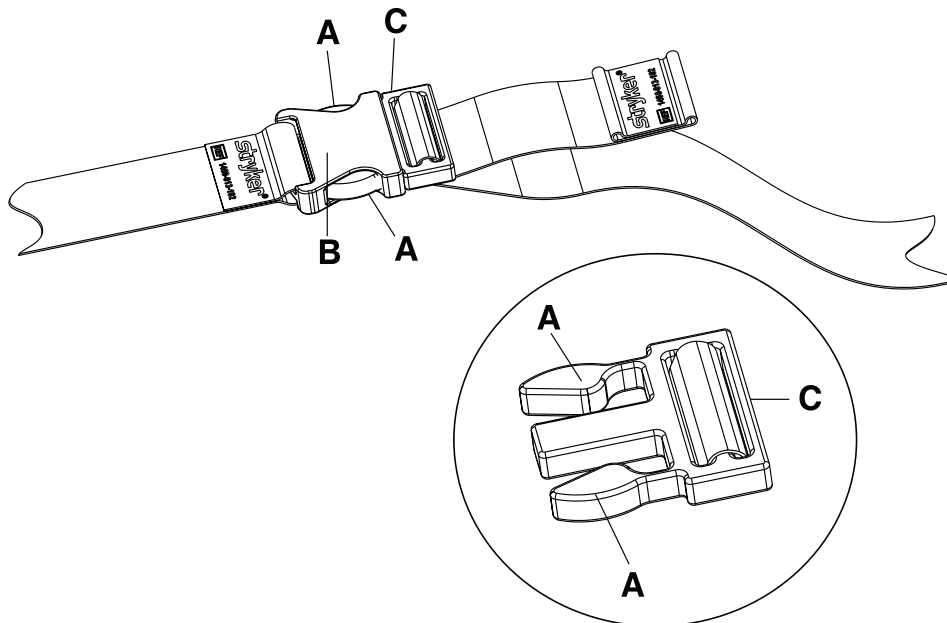
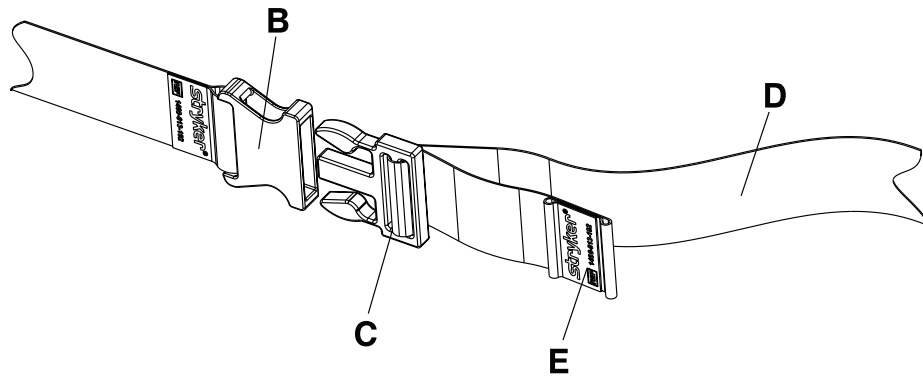

Figura 4-16: Abrir la hebilla del cinturón
Figura 4-17: Cerrar la hebilla del cinturón
- Para abrir el cinturón ventral (Figura 4-16 de la página 4-28):**
- Agarre y apriete las lengüetas (A) del pasador de la hebilla.
- Tire del receptor (B) y el pasador de la hebilla (C) para separarlos.
- Para cerrar el cinturón ventral (Figura 4-17 de la página 4-29):**
- Coloque el pasador de la hebilla (C) en el receptor (B) hasta que oiga un clic.
- Con una mano, sujete el pasador de la hebilla (C) (Figura 4-16 de la página 4-28).
- Con la otra, sujete la correa (D) (Figura 4-17 de la página 4-29).
- Tire de la correa hacia fuera a través del pasador de la hebilla (C) hasta alcanzar la longitud deseada.
- Con una mano, sujete el receptor de la hebilla (B) (Figura 4-16 de la página 4-28).
- Con la otra, sujete el extremo cosido de la correa (E) (Figura 4-17 de la página 4-29).
- Tire de la correa a través del pasador de la hebilla (C) hasta alcanzar la longitud deseada.
- Asegúrese de que el pasador de la hebilla (C) está bien sujeto. No permita que la correa sobrante cuelgue o se enrede en las ruedas.